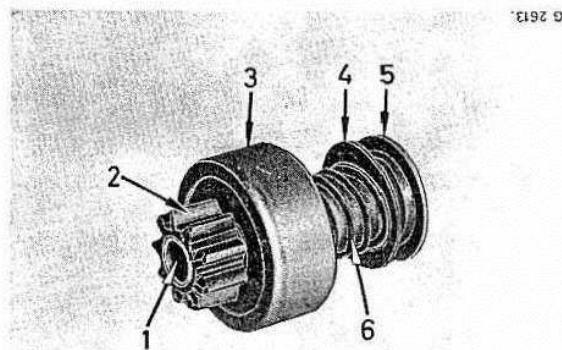

Bild 24
Ritzel (2) Bild 24 auf Anrisse und Zahnverschleiß prüfen.